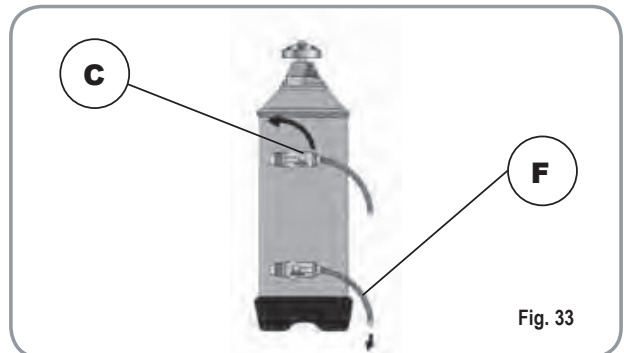

Fig. 33
2) Put the cap back on and reposition lever C moving it towards the left (Fig. 33), and allowing tube F to discharge the salty water until it has been eliminated and the water becomes fresh again (about half an hour).
- 2) Remettre le bouchon et repositionner le levier C vers la gauche (Fig. 33), en faisant évacuer l'eau salée du tube F jusqu'à ce qu'elle soit à nouveau douce (1/2 heure environ).